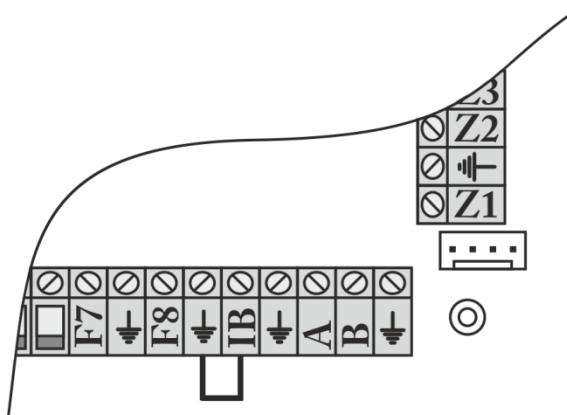

Рисунок 2.29. Установка перемычки для программирования и считывания параметров ППКОП.
**⚠ Внимание** При программировании режимов работы RS485 необходимо установить перемычку между клеммами IV и минус (рисунок 2.29.). После программирования перемычку необходимо убрать и перезагрузить ППКОП.